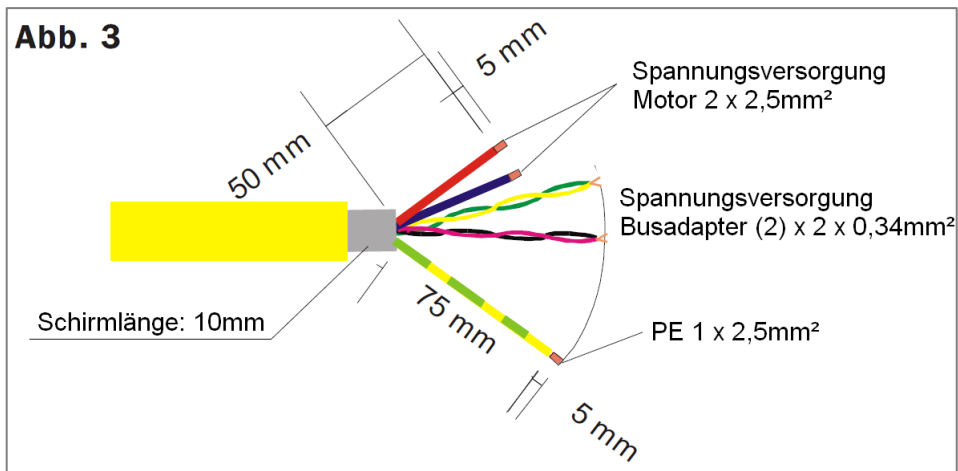

Abbildung 3: Konfektion Kabel für Stromversorgung
- Aderenden gemäß **Abb. 3** und **4** abisolieren.